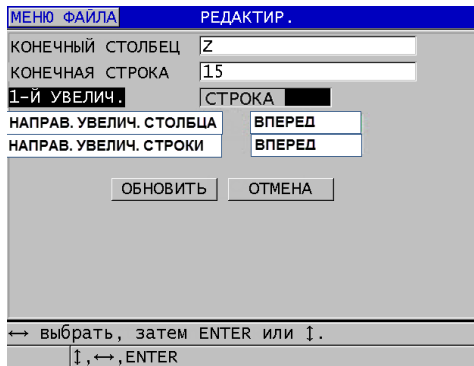

Рис. 6-30 Экран редактирования сеточного файла
3. Для файла с координатной сеткой выберите **ПРОДОЛЖИТЬ**. На второй странице диалогового окна **РЕДАКТИР.** выполните следующие действия (см. Рис. 6-30 на стр. 119):